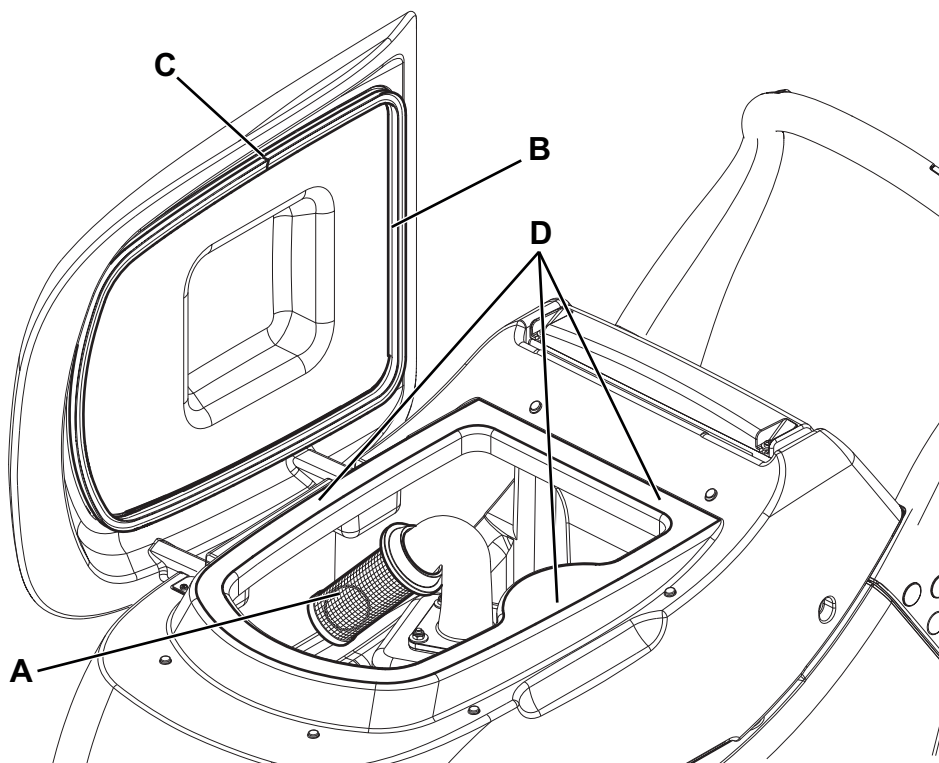

Рис. 8
2. Проверьте, чтобы кнопки (41 и 42) были в положении «0», и отсоедините коннектор батареи (8).
3. Спустите воду из бачков (15 и 16) с помощью сливного шланга (11) и шланга (12).
4. Откройте крышку (17), затем очистите и промойте чистой водой ее, бачки и вакуумную решетку (30).
5. В случае необходимости, снимите решетку (А, рис. 8), тщательно ее очистите и установите заново.